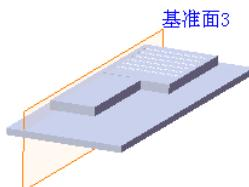
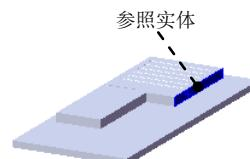

图 17.7.20 创建基准面 3
图 17.7.21 选取参考实体
Step11. 创建图 17.7.20 所示的基准面 3。选择下拉菜单 **插入(I) → 参考几何体(G)** → **基准面(F)...** 命令；选取图 17.7.21 所示的模型表面为参考实体，在 **后文本框** 输入 60，并选中 **反转** 复选框。